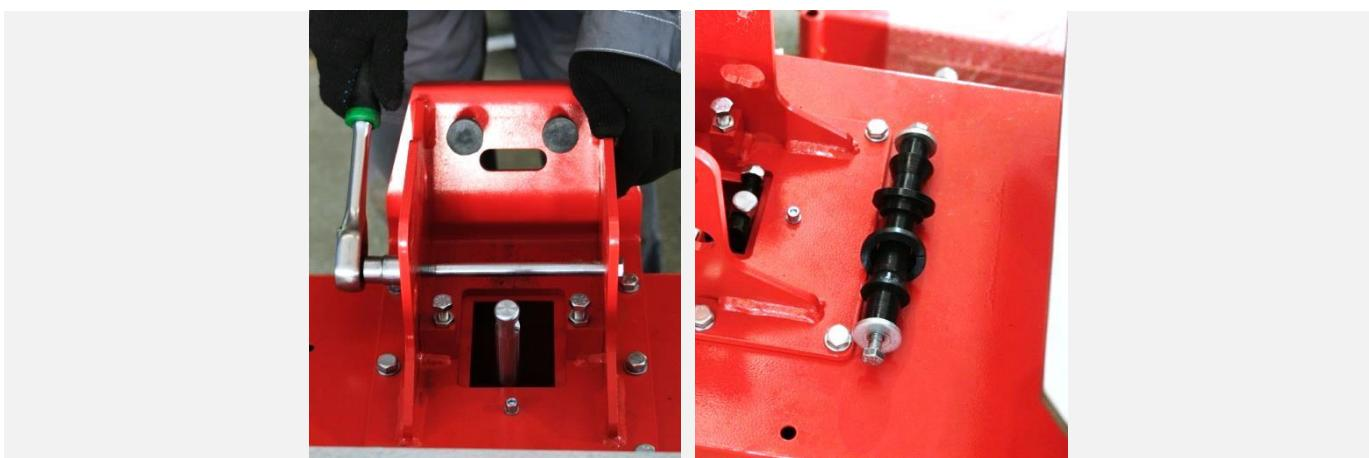

Рисунок 10
**ВНИМАНИЕ!** При последующей сборке соблюдать очередностью размещения шайб на оси колонны (см. Рисунок 10).